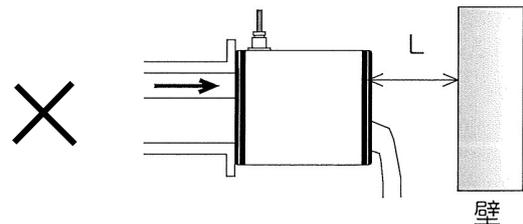

図15. 壁に向かった設置
- (b) 吐出端でピットなどの壁面に検出器下流端と壁面の間が狭い場合。図15.